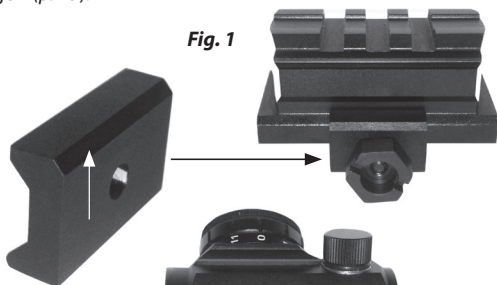

Fig. 1
2. Vérifiez que la fixation conique sur le viseur est orientée dans le même sens que l'extrémité en biseau de la fixation sur le dessus (Fig. 1).